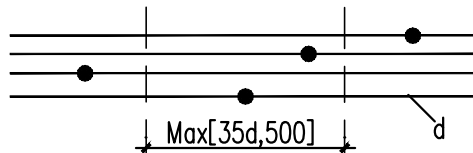

图2b. 焊接接头面积百分率50%
4.3.6 纵向受力钢筋的焊接接头应相互错开。钢筋焊接接头连接区段的长度为35d (d为连接钢筋的较小直径)且不小于500mm,凡接头中点位于该连接区段长度内的焊接接头均属于同一连接区段。位于同一连接区段内的受力钢筋的焊接接头面积百分率:对纵向受拉钢筋接头:≤50%(见图2b),纵向受压钢筋的接头面积百分率可不受限制。